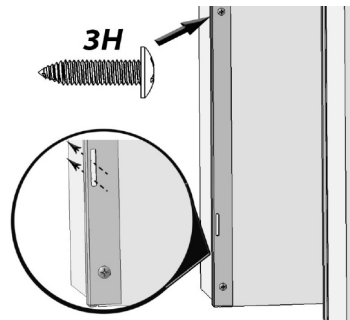

Fig. 9
5. À l'aide de huit vis 3H et d'une perceuse électrique, fixez les deux supports de fixation de la garniture latérale aux bords de l'armoire avant gauche et droite, les supports allant jusqu'au sol (Fig. 9). Assurez-vous que les fentes rectangulaires dépassent le bord de l'armoire.